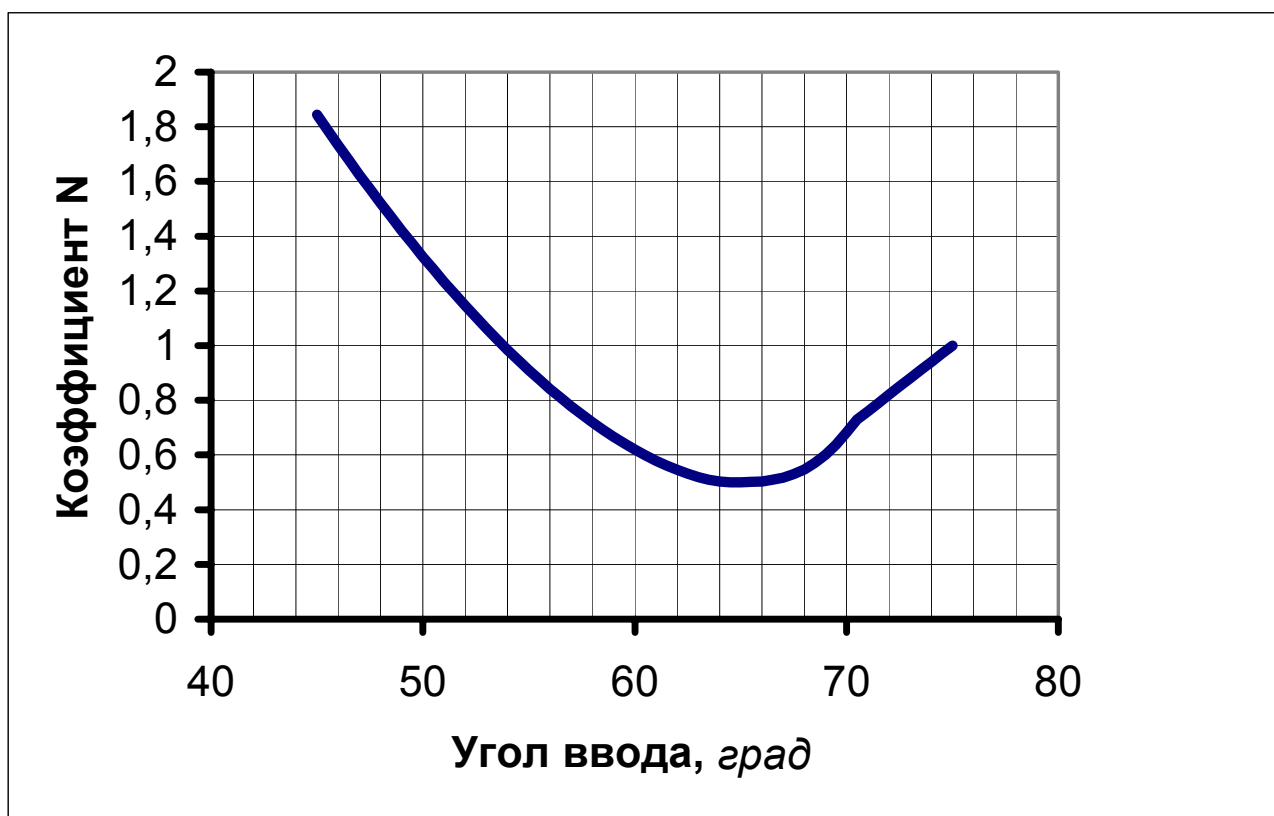

Рисунок 5.27
где $S_{зар}$ – площадь зарубки, а коэффициент пересчета N определяется по графику (Рисунок 5.27).
5.12.1 Возьмите образец с зарубками, как показано на Рисунок 5.19. Используя тарировочную кривую (Рисунок 5.27) найдите эквивалентную площадь плоскодонного отверстия, соответствующую зарубке.